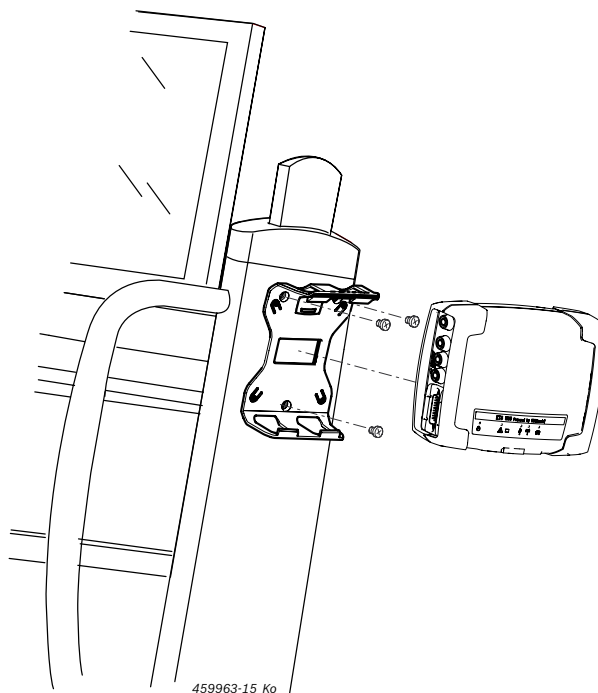

Abb. 7: Montagem do suporte de fixação
1. Parafusar no carrinho o suporte de fixação fornecido no escopo de fornecimento (fig. 7).